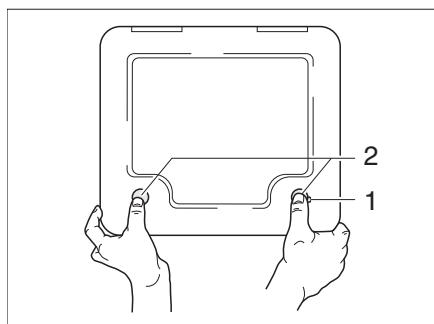

Fig. 134 Sportello per la cassetta Thetford
- Aprire lo sportello della cassetta Thetford all'esterno del veicolo. Inserire la chiave nel cilindro della serratura a pressione (Fig. 134,1) e ruotare in senso orario di un quarto di giro.
- Premere contemporaneamente con i pollici entrambe le serrature a pressione (Fig. 134,2) e aprire lo sportello per la cassetta Thetford.